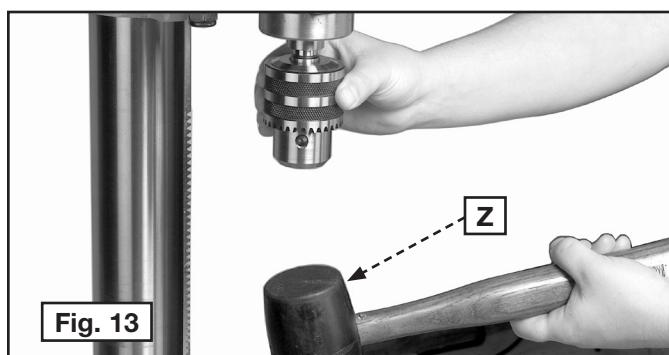

Fig. 13
IMPORTANTE: Gire el portabrocas hasta que su mordaza quede completamente replegada dentro del portabrocas. Sostenga el portabrocas del cono del husillo. Golpéelo con un martillo de punta blanda (Z) Fig. 13 o con un pedazo de madera y un martillo para fijar el portabrocas.